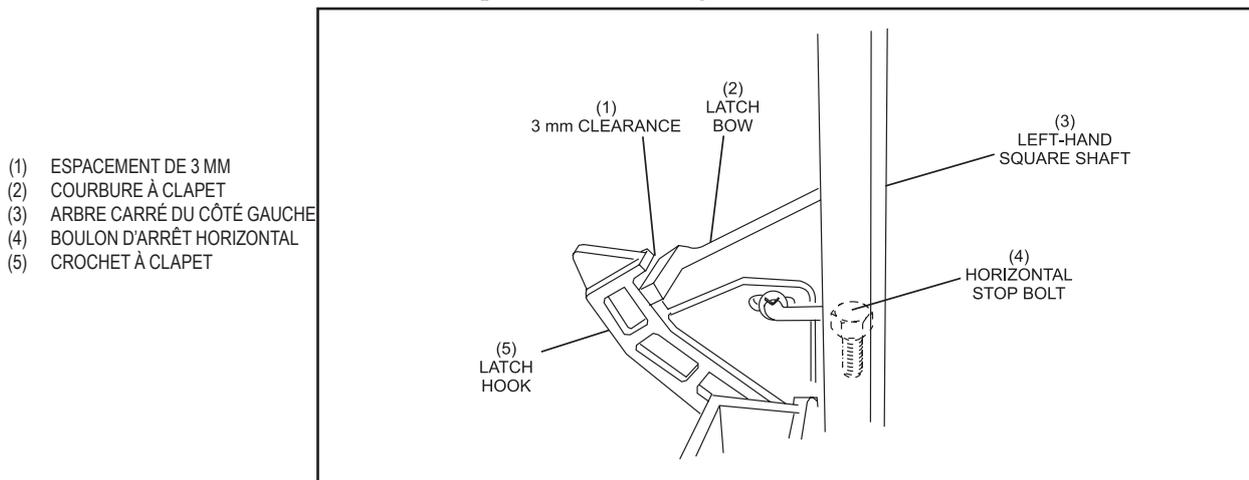

Figure 5-46. Courbure à clapet et crochet à clapet de l'arbre pivotant arrière.
- b. Vérifiez la présence d'un espace de 3 mm entre la courbure à clapet de l'arbre pivotant arrière et le crochet à clapet. Ajustez le boulon d'arrêt horizontal sur l'arbre pivotant arrière pour obtenir un espace de 3 mm. Reportez-vous à la *Figure 5-46*.
- c. Appuyez manuellement le plongeur au fond du solénoïde limiteur de course. Le crochet à clapet tirera vers l'arrière et hors de la courbure à clapet pour relâcher les arbres pivotants. Un espace de 3 mm est nécessaire à ce niveau. Reportez-vous aux *Figures 5-46 et 5-47*.